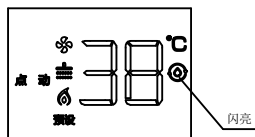

图42
3. 点动模式（如图42）：当系统进入到点动模式后，用户只要开热水龙头（混水龙头的热水端）3秒并在8秒内关闭热水龙头，系统便会根据用户当前设定的保温温度与循环管内水温变化情况适时启动水泵并点火加热，当循环管内水温达到保温温度时，热水器停止加热。若要取消点动模式，用户可通过按下“”键来切换到其他预热巡航模式或者退出点动模式。（在点动模式下，如果卫浴模式选择“四季感”，系统将自行退出“四季感”返回原先卫浴模式）